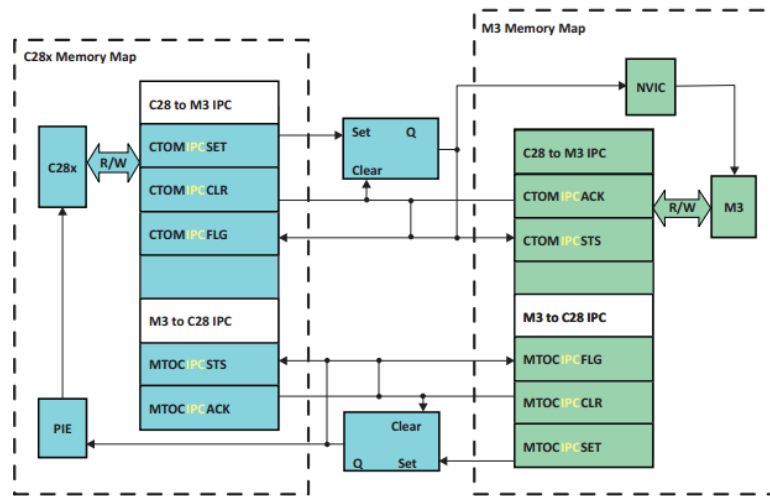

图 6 Concerto IPC 控制模块
Message RAM 仅作为 IPC 的数据缓存，IPC 还需借助于特定的控制逻辑电路来完成。如图 6 所示，Master 子系统和 Control 子系统都是通过 5 个寄存器来实现 IPC 的逻辑流程控制：IPCACK、IPCSTS、IPCFLG、IPCCLR、IPCSET。这 5 个寄存器都是 32 位，每一个 bit 对应于 IPC 的一个通道，因此最多可实现 32 个通道的握手通信。Bit0 到 Bit3 总共 4 个通道可以触发消息接收方的 IPC 中断，Bit4 到 Bit31 共 28 个通道则需要消息接收方的软件查询来获取 Message RAM 中是否收到数据。如果两个内核之间仅仅传递状态和控制信息（例如 RTOS 中的 Semaphore），仅通过以上寄存器便可以实现，而无需 Message RAM 的参与。
2. Cortex-M3 置位 MTOCIPCSET（CM3 映射存储器区）的 Bit9，如图 6 所示，此时 MTOCIPCSTS（C28x 映射存储器区）的 Bit9 也将置位；